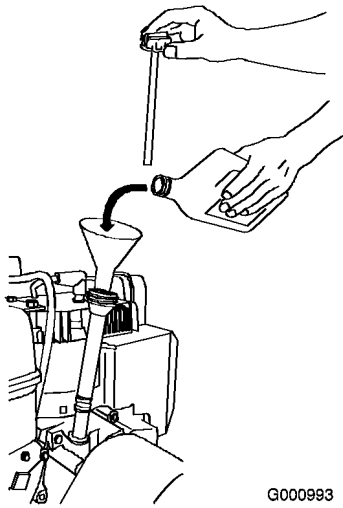

Bild 34
2. Nehmen Sie den Peilstab heraus und prüfen Sie den Ölstand (Bild 34). Füllen Sie Öl nach, wenn der Ölstand unter Auffüll-Marke am Peilstab steht. Siehe Auffüllen des Motors mit Öl.